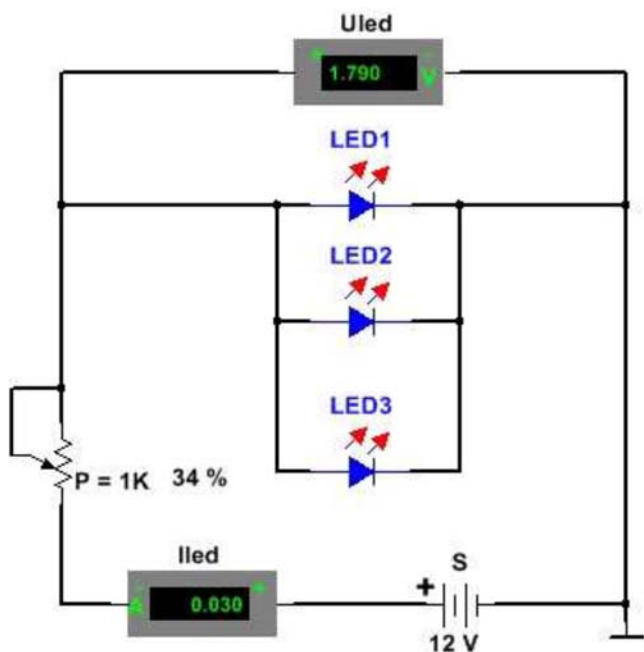

Figura 14. Conectarea LED-urilor în paralel
10. Se realizează cu ajutorul simulatorului schema din figura 14;
12. Se realizează practic montajul conform schemei din figura 14 în care se înlocuiește potențiometrul P cu un rezistor care are valoare apropiată de valoarea calculată la pct 11;